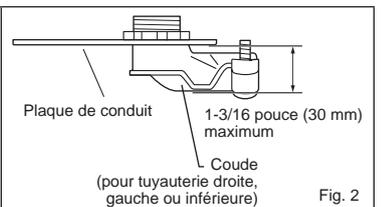

Fig. 2
- Fixez le tuyau de conduit (pour la tuyauterie arrière) / le coude (pour la tuyauterie droite, gauche ou inférieure) sur la plaque de conduit à l'aide d'un contre-écrou. Le filetage du tuyau de conduit / du coude apparaissant à l'intérieur doit être inférieur à 3/8 pouce (10 mm). (Fig. 1) A l'extérieur, le coude doit sortir de moins de 1-3/16 pouce (30 mm). (Fig. 2)